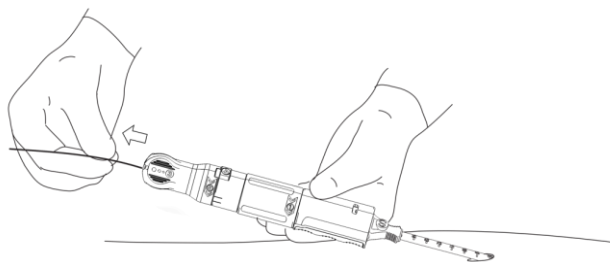

Figure 14. Retrait du guide
- a. Localiser le repère « 3 » et retirer entièrement le guide du patient ainsi que le dispositif de fermeture PerQseal+. Le retrait du guide peut être effectué par un assistant. Figure 14.